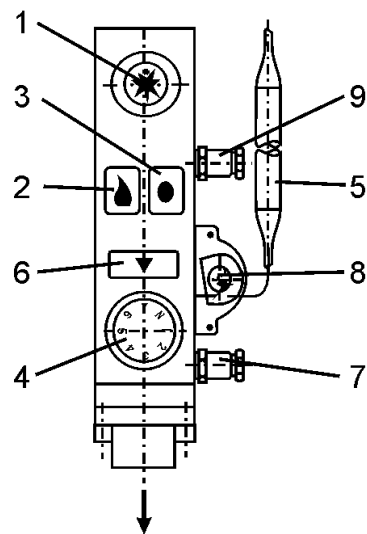

рис. 1. Газовый клапан CR 16.
- **Не используйте установку без обивки. Рабочая поверхность теплоотдачи установки поверхность крыши и передней части обивки. Эти части обозначены на рис.1. с косой заштриховкой на 45°. Обращать внимание на то, что поверхность стеклянного окна может достигать 270 °С. Запрещено дотрагиваться до рабочих поверхностей во время эксплуатации и перед охлаждением установки.**
- Нажатием на кнопку зажигания (2) откройте предохранительный клапан (рис. 1). В таком положении газ подается только в дежурку (в горелку зажигания).
- Кнопку зажигания держать в течении 5 - 10 секунд нажатой до отказа, затем 2-3 раза нажать на кнопку пьезоэлектрического зажигания (1) и у дежурки загорается вытекающий газ. Кнопку зажигания нужно держать нажатой (примерно в течении 30 секунд) пока пламя дежурки подогревает термоэлемент до требуемой температуры, потом отпустить. Главная горелка зажигается полностью, если температура в окружности ниже значения, определённого установлением кнопки регулятора температуры. Этим установку привели в работоспособное положение.